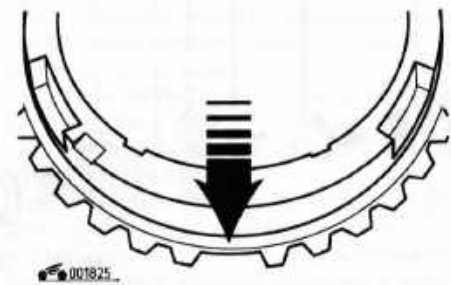
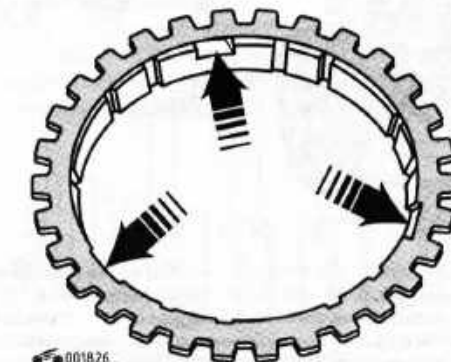

Рис. 5.28. Отсутствующий зуб на кольце синхронизатора I передачи
Рис. 5.29. Расположение выемок в кольце синхронизатора II передачи
1. Перед разборкой промаркируйте положение муфты относительно ступицы, а также расположение пружин и трех блокирующих сухарей для их корректной установки. Характерная особенность кольца синхронизатора I передачи — отсутствие зуба (рис. 5.28). В кольце синхронизатора II передачи предусмотрены три выемки для установки внутренних стопорных колец (рис. 5.29).